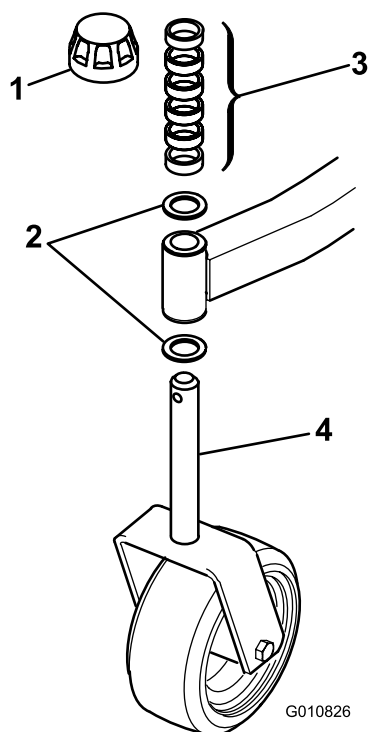
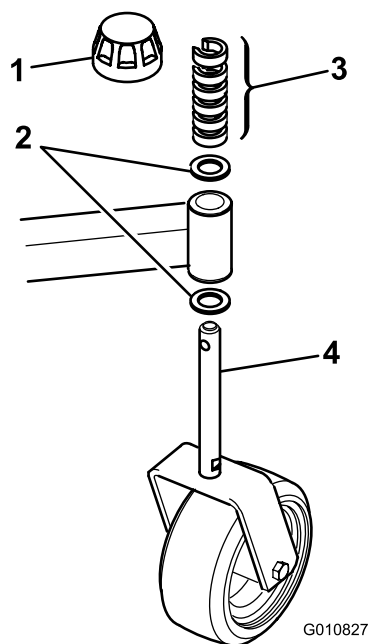

図 2
図 3
1. スピンドルシャフトからテンショニングキャップを外し、スペーサとスラストワッシャを取り出す (図 2 と 図 3)。